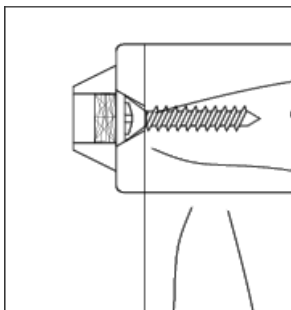

Figure 1
- Utilisez un foret de 3/32 po pour percer des avant-trous dans le meuble sur les "marques des vis". Utilisez les DEUX (2) vis courtes pour fixer le support de montage c6t6 meuble. Ce support de montage peut 6tre install6 6 la verticale ou 6 l'horizontale, au besoin (voir la Figure 1).